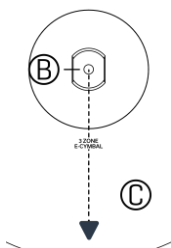

Figura 2
- 1 Desenrosque a parca inferior (D) do clutch do Hi-Hat (A).
- 2 Fixe o bloqueio giratório (B) no eixo da parte superior do clutch (A).
- 3 Passe o clutch e o bloqueio giratório pelo orifício do meio do prato superior (C).
- 4 Oriente o bloqueio giratório (B) dentro do molde do prato como é mostrado na Figura 2.
- 5 Aparafuse a parca inferior (D) no eixo do clutch (A) outra vez e sujeite o amortecedor de borracha (E) na parca inferior (D).
- 6 Para fixar suavemente o prato, ajuste a parca superior (A).